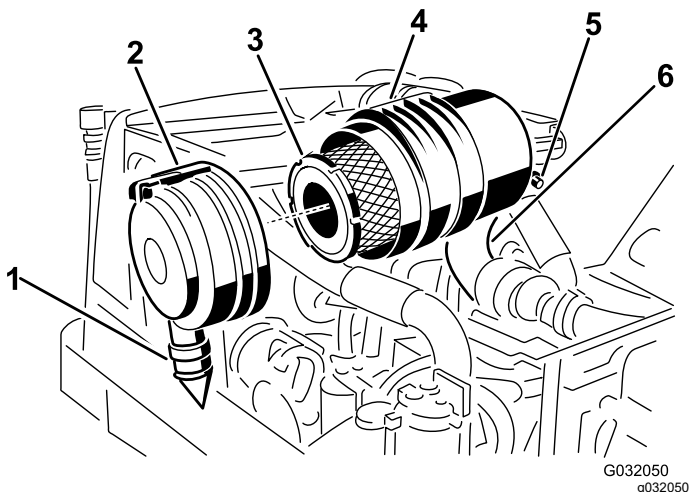

Figura 47
2. Togliete il filtro primario dell'olio (Figura 47).
3. Sostituite il filtro primario dell'olio (Figura 47).
7. Montate il coperchio con la valvola di uscita in gomma disposta in giù, in una posizione tra le ore 5 e le ore 7 vista dall'estremità e fissate il fermo (Figura 47).